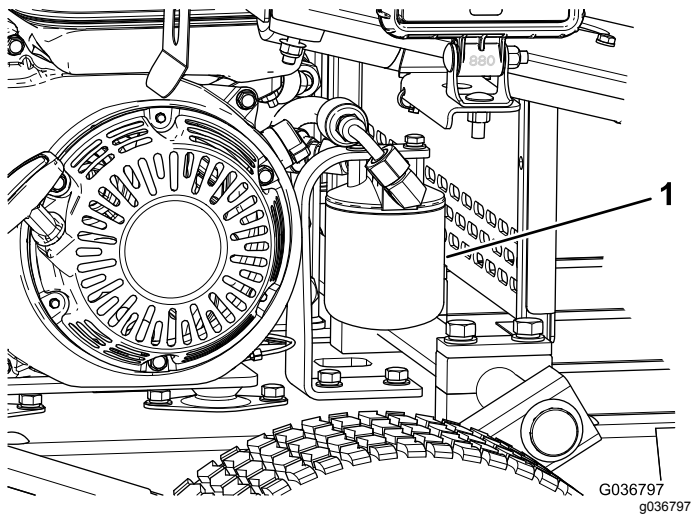

Bild 37
5. Stellen Sie eine Auffangwanne unter den Filter und entfernen den Filter (Bild 37).